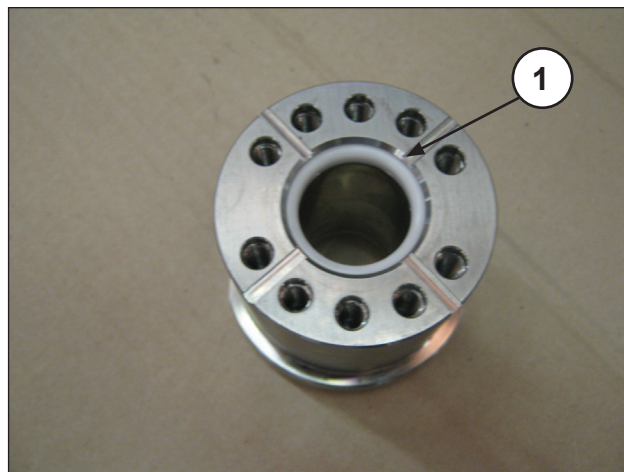

Рис. 119
- Вставьте уплотнительную прокладку в рубашку (Рис. 119, поз. ①).